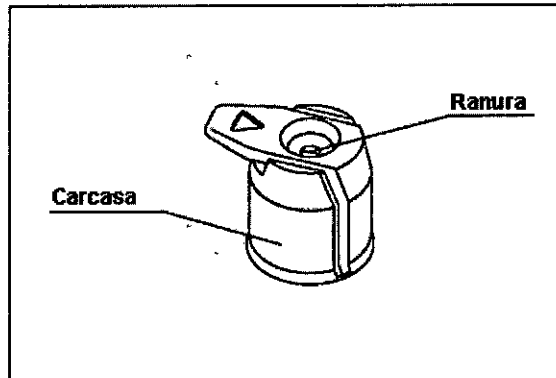

Figura 3.5
2. Compruebe si la válvula de biopsia está rota o dañada (véase Figura 3.5).